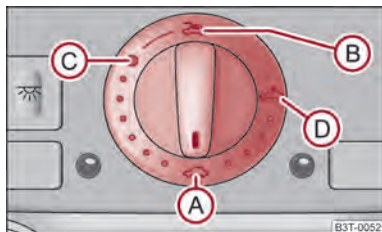

Abb. 29 Drehschalter für das elektrische Schiebe-/Ausstelldach
Das Schiebe-/Ausstelldach wird mit dem Drehschalter ⇒ Abb. 29 bedient und funktioniert nur bei eingeschalteter Zündung. Der Drehschalter hat mehrere Stellungen.
- Drehen Sie den Schalter in Stellung **C** ⇒ Abb. 29.
- Drehen Sie den Schalter in Stellung **A** ⇒ Abb. 29.
Das Schiebe-/Ausstelldach ist mit einer Kraftbegrenzung ausgestattet. Wenn ein Hindernis (z. B. Eis) das Schließen verhindert, stoppt das Schiebe-/Ausstelldach und öffnet vollständig. Das Schiebe-/Ausstelldach können Sie ohne Kraftbegrenzung vollständig schließen, wenn Sie den Schalter in Stellung **A** ⇒ Abb. 29 vorn so lange drücken, bis das Schiebe-/Ausstelldach vollständig geschlossen ist ⇒ .
Nach jeder Notbetätigung muss das Schiebe-/Ausstelldach in die Grundstellung gebracht werden. Deshalb müssen Sie den Drehschalter in die Schalterstellung **(A)** bringen → Abb. 29 und etwa 10 Sekunden lang vorn drücken.